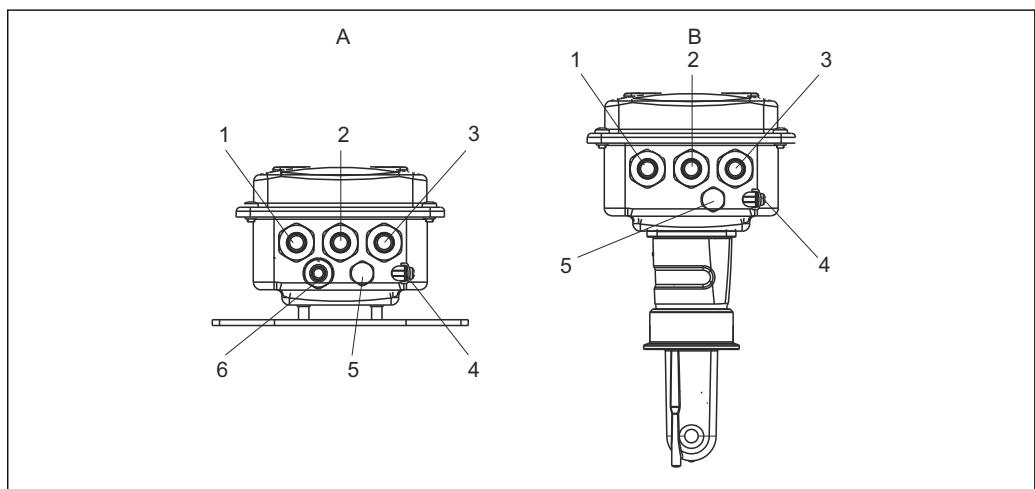

图 18 电缆入口分配
3. 将电缆插入至打开的缆塞中，使得电缆伸入至外壳内，参见接线端子分配 (→ 図 18)。
6. 连接功能性接地端 (PE)，参见接线图 (→ 図 18)。